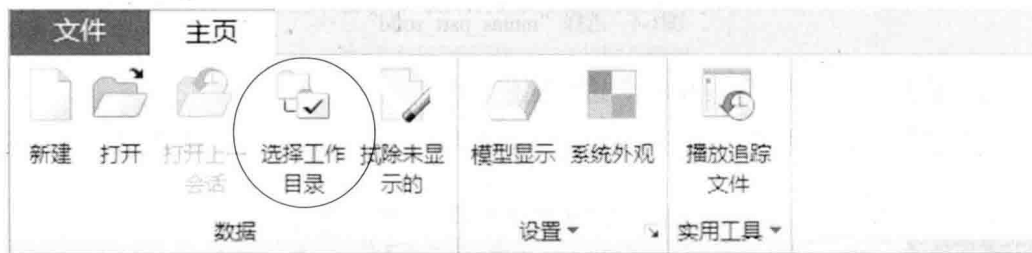

图1-2 单击“选择工作目录”按钮
Step 02 启动Creo Parametric 5.0，在Creo Parametric 5.0的起始界面下单击“选择工作目录”按钮，如图1-2所示，选择“E:\项目1”为工作目录（所设计的零件图和模具图保存在该文件夹中，否则将会保存在Creo的起始目录中）。